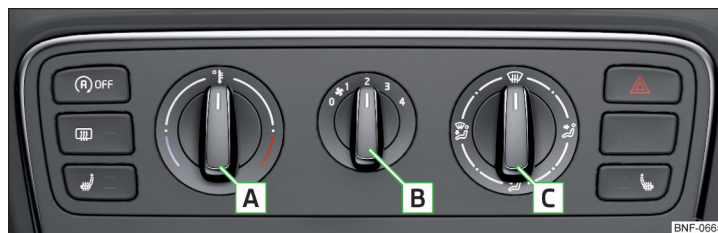
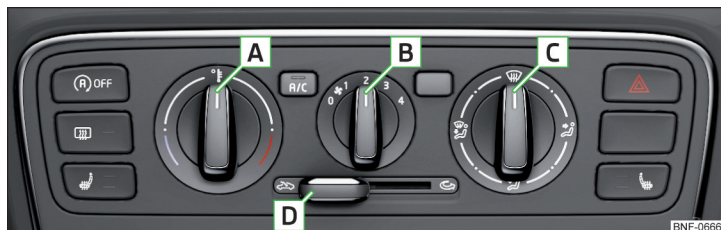

Fig. 83 Elementos de mando de la calefacción
Fig. 84 Elementos de mando del aire acondicionado
Funciones de los elementos de manejo individuales » fig. 83 y » fig. 84
- ▶ Para la **conexión** del Servicio de aire circulante, desplace el regulador **D** a la posición **!** » fig. 84 de la pág. 72.